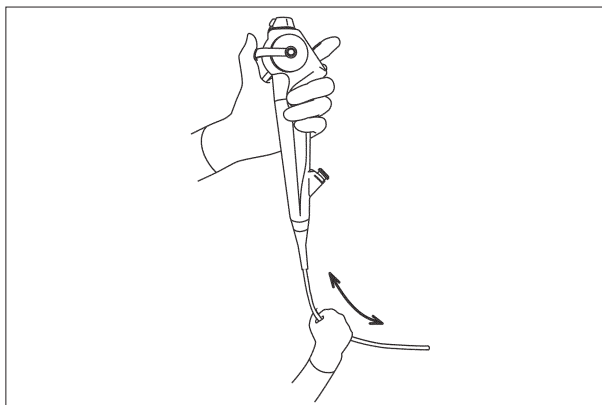

Рис. 3.2
4. Произведите тщательное обследование кончиками пальцев всей поверхности вводимой трубки для выявления выступающих участков и других дефектов. Также убедитесь в отсутствии аномальной жёсткости вводимой трубки (см. рис. 3.2).